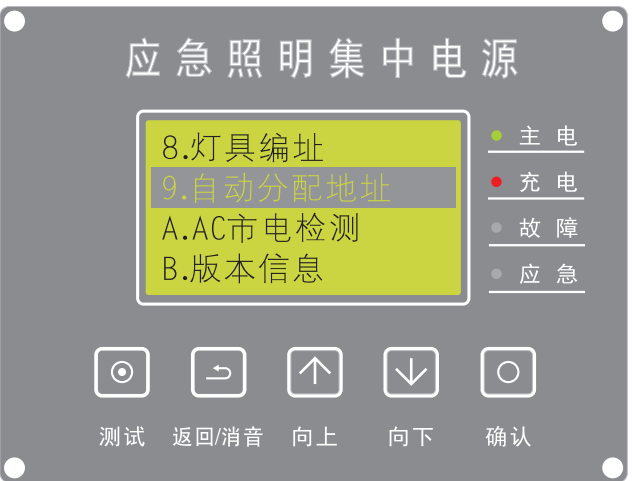

图22
(10)、自动分配地址：在主屏时，按【确认】键进入菜单，按【向上/向下】选择【自动分配地址】（如图22）按【确认】键进入。（注：每条回路所配接的灯具需携带灯具固有的UID码）